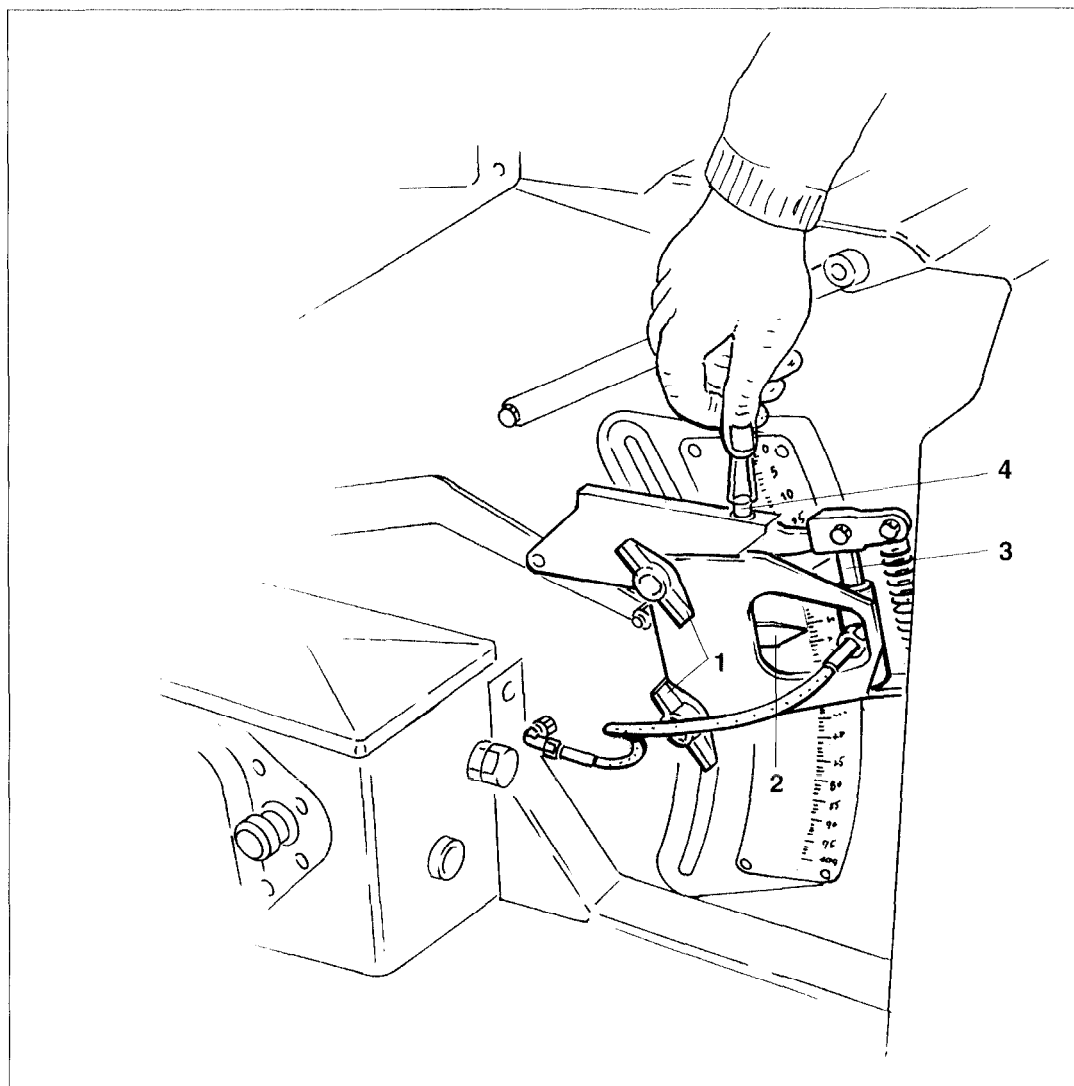
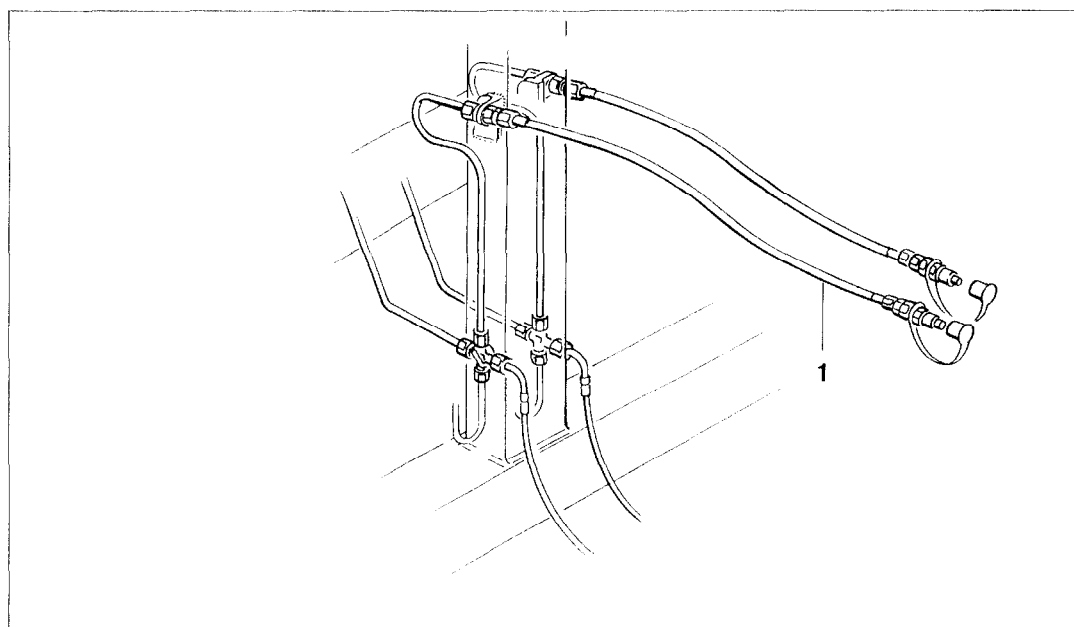

Fig. 15.1
Fig. 15.2
Auf Feldern mit stark wechselnden Böden kann mit Hilfe der hydraulisch betätigten Saatmengenfernverstellung (Fig. 15.1) an Stellen mit schwererem Boden eine erhöhte Aussaatmenge ausgebracht werden. Die Saatmengenfernverstellung wird mit einem einfach wirkenden Steuerventil in der Schleperkabine bedient.
Bei Lieferung ist der Verstellmechanismus (Fig. 15.1) am Getriebeeinstellhebel montiert und der Hydraulikzylinder (Fig. 15.1/3) an der "Anschlußeinheit II" (Fig. 15.2/1), mit der Ihre Sämaschine ebenfalls ausgerüstet ist, angeschlossen. Schließen Sie die "Anschlußeinheit II" am Schlepper an ein einfach wirkendes Steuerventil an.
- Hydraulikzylinder (Fig. 15.1/3) **nicht** mit Druck beaufschlagen.
- Beide Sterngriffe (Fig. 15.1/1) lösen.
- Zeiger (Fig. 15.1/2) des Getriebeeinstellhebels **von unten** auf den Skalenwert lt. Sätabelle schieben.
- Beide Sterngriffe (Fig. 15.1/1) festziehen.
- Hydraulikzylinder (Fig. 15.1/3) mit dem Steuerventil aus der Schlepperkabine mit Druck beaufschlagen.
- Einstellschraube (Fig. 15.1/4) so weit in das Gewinde hineindrehen, bis der Zeiger (Fig. 15.1/2) des Getriebeeinstellhebels den gewünschten höheren Skalenwert anzeigt.
Die hydraulische Saatmengenfernverstellung ist mit der hydraulischen Schardruckverstellung und der hydraulischen Druckverstellung des Exaktstriegels (falls vorhanden) gekoppelt. Soll der Schardruck bei Fahrten auf schwererem Boden erhöht werden, **aber nicht die Aussaatmenge**, ist die Einstellschraube (Fig. 15.1/4) ganz nach oben zu drehen. **Die Aussaatmenge verändert sich nicht**, auch beim Erhöhen des Schardruckes.